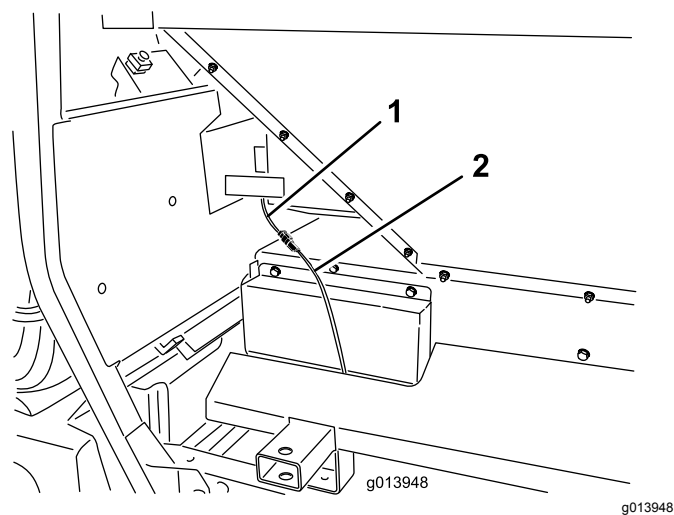
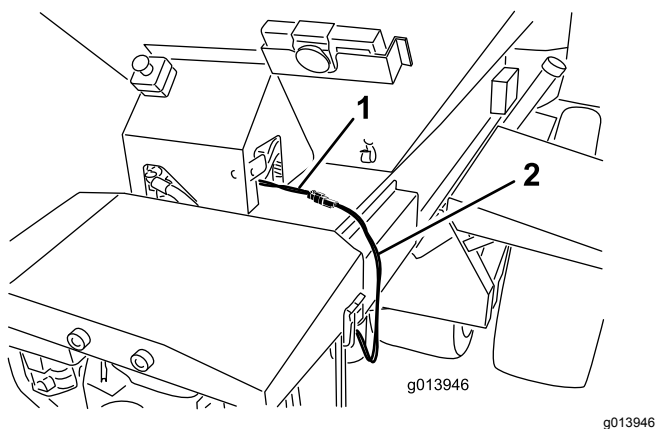

Figura 19
Figura 18
46. Enchufe el arnés de cables intermedio en el conector del arnés de alimentación de la ProPass (Figura 18 o Figura 19).